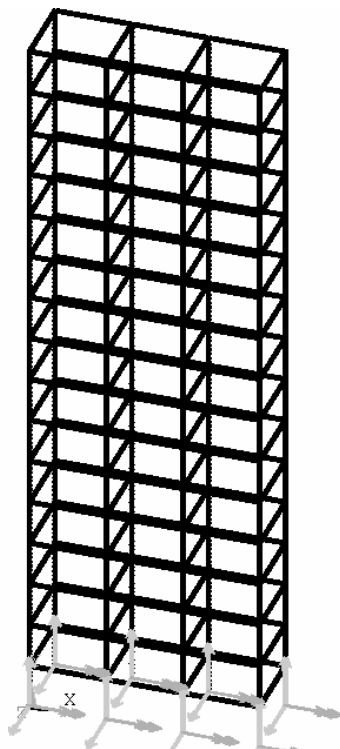

图 10-37 对地基的载荷
(4) 继续在“Specify Loads for LS-DYNA Explicit”窗口中“Load Labels”后的方框中选择“AX”，在“Component name or PART number:”后选择“BASE”，在“Parameter name for time values:”后选择“TIMEX”，在“Parameter name for data values:”后选择“ACX”，然后单击“APPLY”按钮。图形界面上显示出对框架底部沿 X 方向的加速度载荷（见图 10-37）。
(5) 继续在“Specify Loads for LS-DYNA Explicit”窗口中“Load Labels”后的方框中选择“ACLY”，在“Component name or PART number:”后选择“TOTOL”，在“Parameter name for time values:”后选择“TIME”，在“Parameter name for data values:”后选择“G”，然后单击“OK”按钮对框架施加重力载荷。